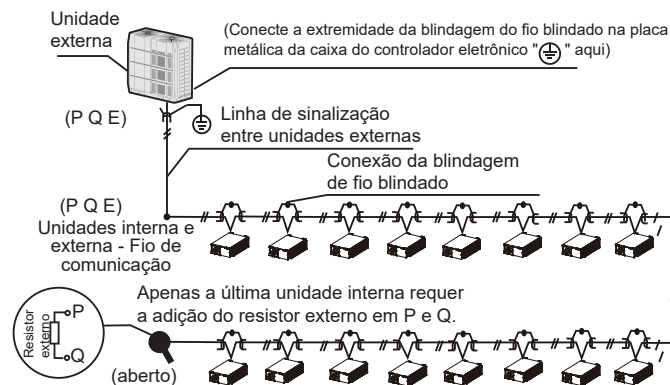

Figura 36
- A fiação de comunicação entre as unidades interna e externa deve ser conectada uma unidade após a outra em um encadeamento em margarida, desde a unidade externa até a unidade externa final. Além disso, a camada blindada deve estar devidamente aterrada, um resistor externo deve ser adicionado à última unidade interna para melhorar a estabilidade do sistema de comunicação (consulte a Figura 36).